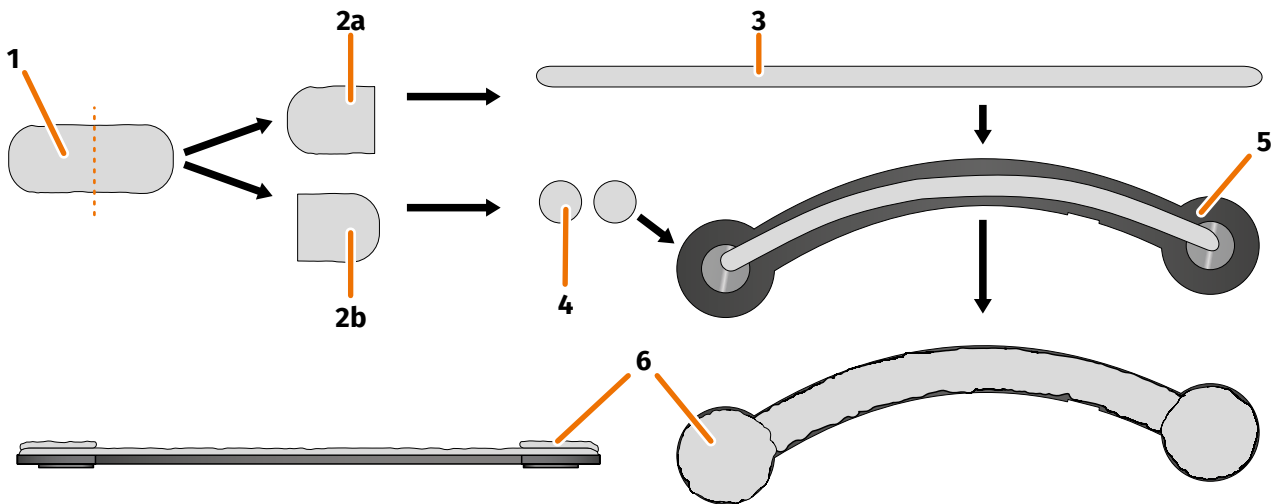

ABBILDUNG 12 // Sugru auf schmalen Helmadapter auftragen
1. Öffne eine Packung Sugru und entnimm den Inhalt (ABBILDUNG 12/1) aus der Packung.
2. Teile den Sugru in zwei Hälften (ABBILDUNG 12/2a und 2b).
3. Forme aus einer Hälfte des Sugru (ABBILDUNG 12/2a) eine Rolle (ABBILDUNG 12/3), die etwa so lang ist wie der Helmadapter.
4. Teile die andere Hälfte des Sugru (ABBILDUNG 12/2b) in zwei gleich große Hälften und rolle beide Hälften zu Kugeln zusammen (ABBILDUNG 12/4).
5. Lege die Rolle (ABBILDUNG 12/3) auf die Seite des Helmadapters, auf der die Magnete zu sehen sind (ABBILDUNG 12/5).
7. Lege die beiden geformten Kugeln jeweils auf die runden Enden des Helmadapters und drücke sie vorsichtig und gleichmäßig flach, sodass sie sich mit der bereits aufgetragenen Schicht Sugru verbinden (ABBILDUNG 12/6).